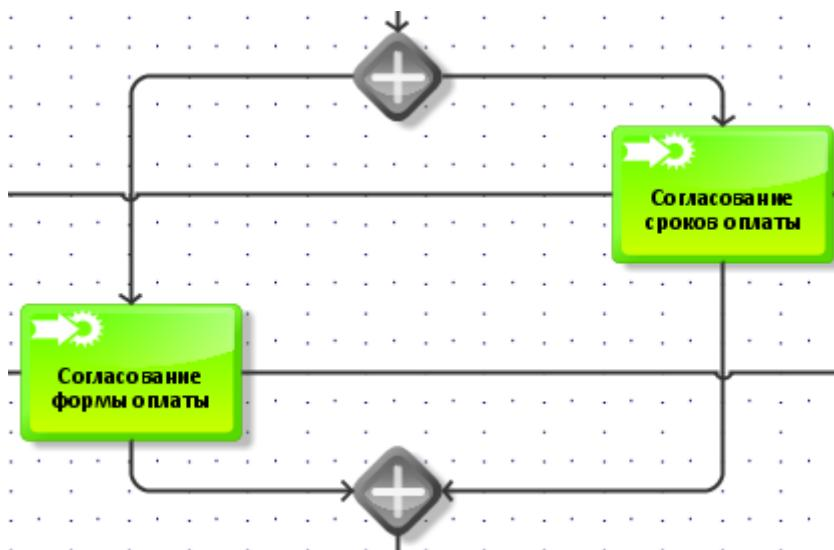

Рисунок 2.33
3) необходимо использовать конструкцию на основе объектов «AND rule» для демонстрации параллельного выполнения работ «Согласование сроков оплаты» и «Согласование формы оплаты» (рисунок 2.33);